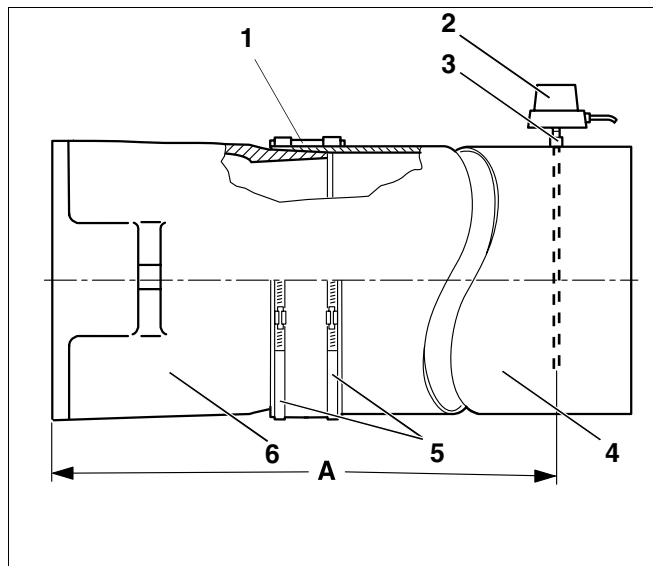
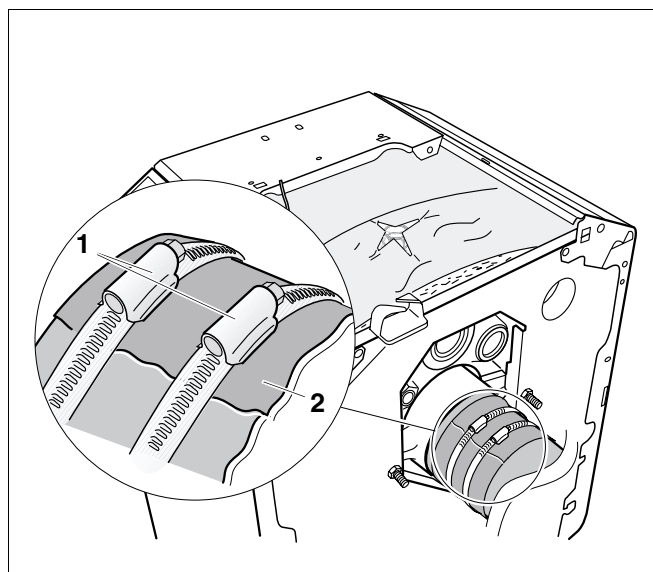

Fig. 17 Montarea tevii pentru gazele de ardere
Fig. 18 Montarea mansetei de etanseitate
Va recomandam sa utilizati manseta tevii gazelor de ardere precum si manseta de etanseitate (fig. 17, **poz. 1**) etanseitate.
- Manseta tevii gazelor de ardere precum si manseta de etanseitate (fig. 18, **poz. 2**) care s-au suprapus mai sus, se aseaza in jurul (fig. 17, **poz. 4**) racordului gazelor de ardere.
- Asezarea bratarii cu filet in jurul mansetei tevii gazelor de ardere precum si a (fig. 17, **poz. 5**) mansetei de (fig. 17, **poz. 1**) etanseitate. Impingerea unei bratarii cu filet pe racordul (fig. 17, **poz. 6**) gazelor de ardere. A doua bratară se apasa pe (fig. 17, **poz. 4**) teava gazelor de ardere.
- Strangerea (fig. 18, **poz. 1**) bratarilor cu filet. Manseta tevii gazelor de ardere precum si manseta de etanseitate (fig. 18, **poz. 2**) trebuie sa fie netede si sa se pozitioneze strans.
- Montarea (fig. 17, **poz. 3**) mufei in teava gazelor de ardere la o distanta de 2 x diametrul tevii pentru gazele de ardere (marimea A) fata de racordul acestora.